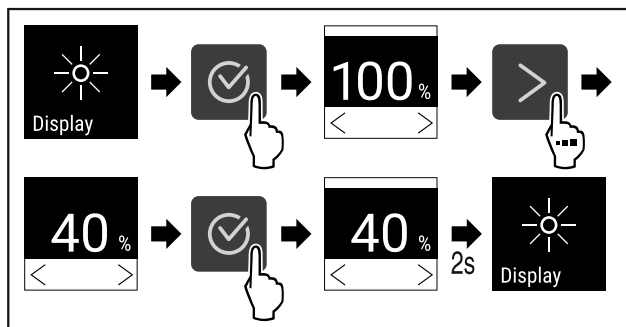

Fig. 102
- ▶ Følg anvisningene (se Fig. 102).